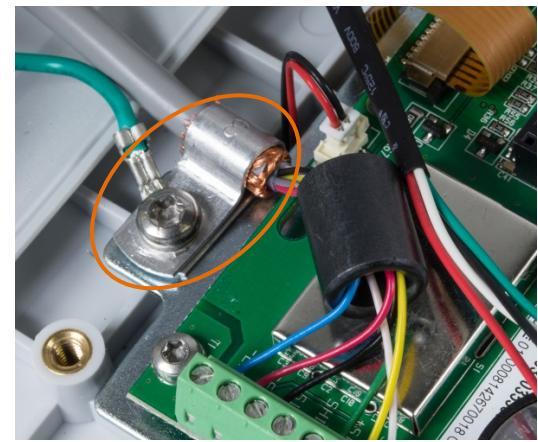

Figura 2-27: Instalação da Ferrite do Cabo da Célula de Carga Analógica e do Terra do Chassi, IND231
1. O cabo da célula de carga entra no gabinete através do prensa-cabo indicado na Figura 2-27.
4. O clipe de aterramento fornecido com o terminal é utilizado para conectar a blindagem exposta (Figura 2-26) a uma placa de montagem de metal usando o parafuso de fixação da dobradiça de metal do gabinete, como mostrado na Figura 2-27.